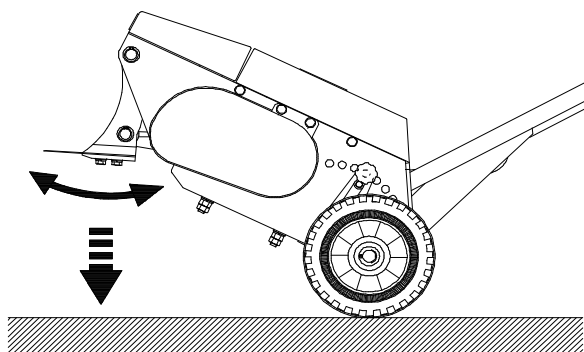

図 8
- [2] 刃先を床から浮かせた状態（図8参照）でスイッチをONにします。